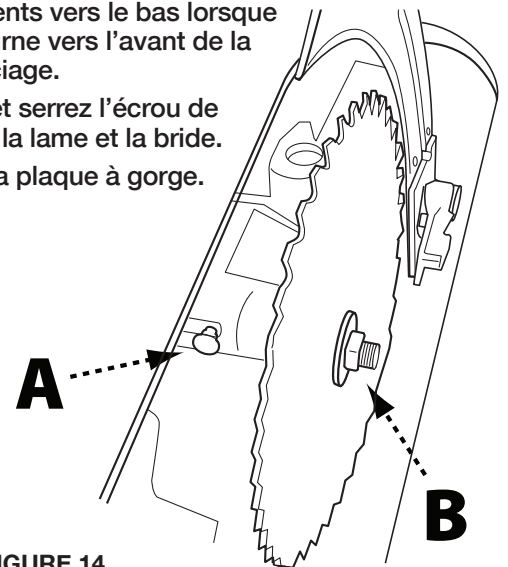

FIGURE 14
2. Appuyez et maintenez enfoncé le bouton de verrouillage de l'arbre (A) montré à la Figure 14.
3. Utilisez la clé d'arbre incluse pour enlever l'écrou de fixation et la bride de la lame (B). Enlevez l'ancienne lame.